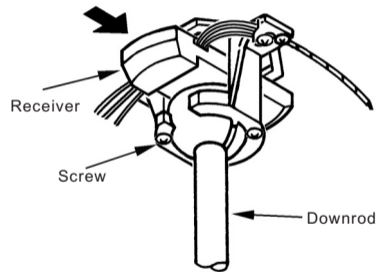

Fig. 15
**Paso 1.** Instale el receptor en la abrazadera de montaje, el lado plano debe quedar hacia arriba.(Fig.15)